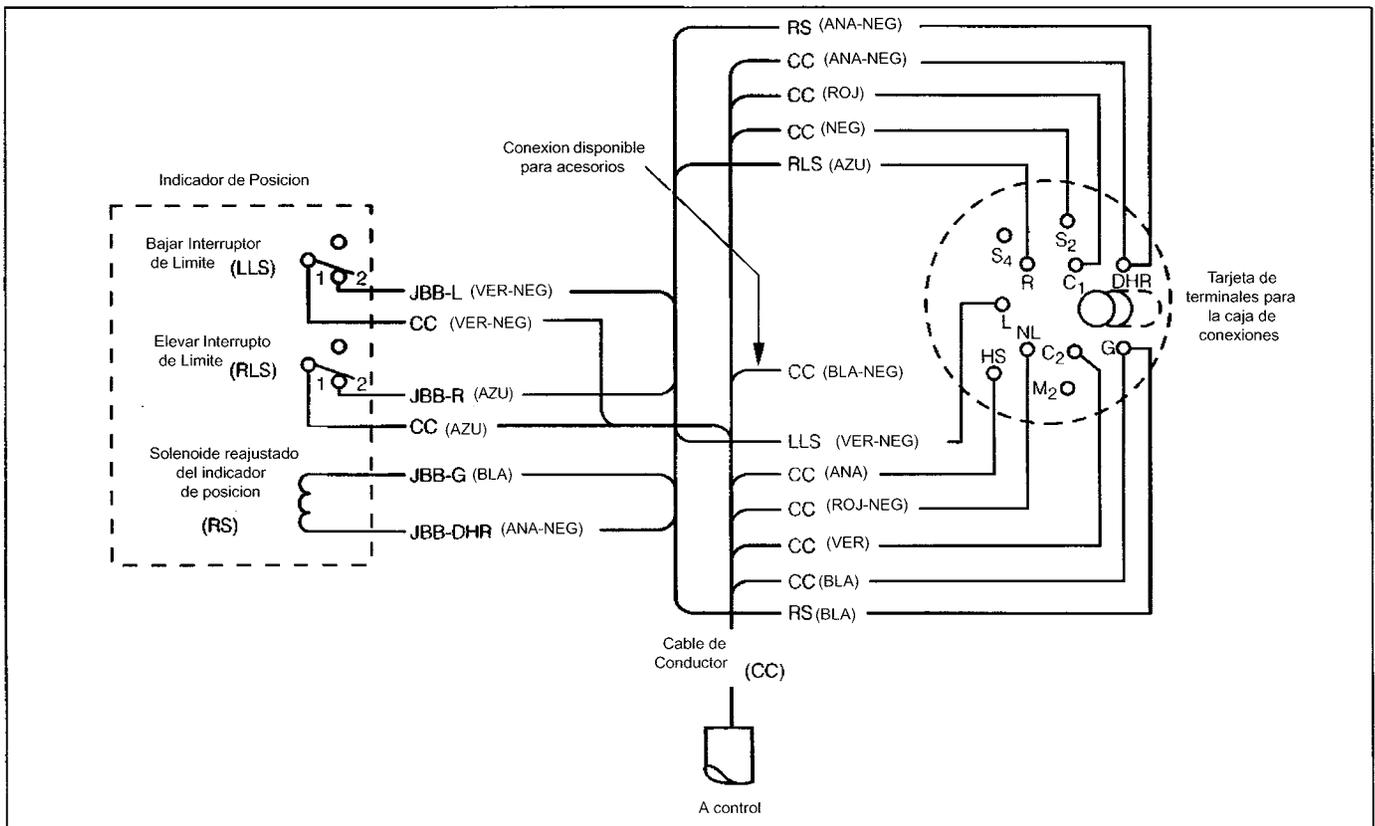

Figura 6-1 Diagrama de Conexiones de la Caja de Conexiones.
La caja de conexiones se compone de una tarjeta de terminales, el indicador de posición, y las interconexiones de la caja de control. Refiérase a la Figura 6-1, página 6-5, cuando se hagan los siguientes pasos:
10. Conecte los seis conductores a la tarjeta de terminales y conductores de cable del control por la Figura 6-1 y asegure todas las conexiones.